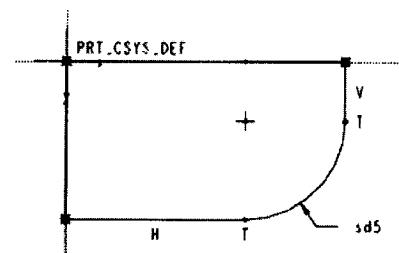

图 1-16
- ⑥ 执行“草绘”→“关系”，单击“增加”，输入 $sd5 = \text{eval}(\text{图形}(\text{Graph1}, \text{trajpar} * 10))$ ，再按 Enter 键完成。 $sd5$ 是尺寸 5.00 的内部代号。如图 1-16 所示。